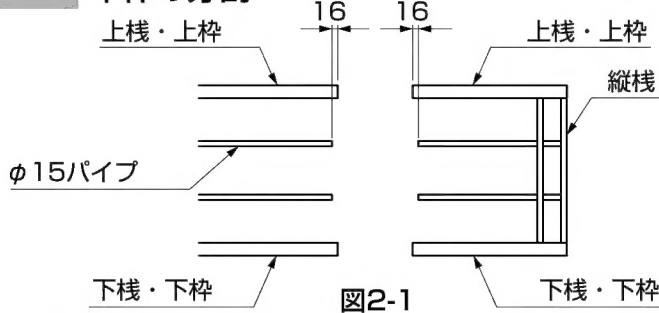

図2-1
- 本体の上下桟、上下枠とφ15パイプの切断位置は16mm違います。(図2-1参照)